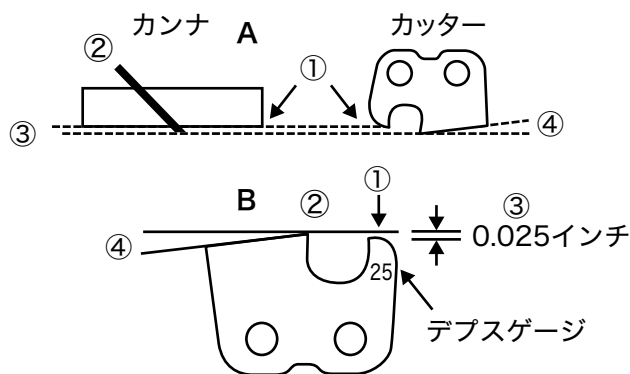

図8
このおが屑の厚みを決定しているのは、図8のBの①に位置するデプスゲージと言われる箇所です。図8のAのように大工道具のカンナの台と同じ役目を果たしています。つまり図8のBで説明すると、①のデプスゲージがカンナの台、上刃の高さ②と①との差がカンナの台から出る刃の高さということになります。
目立てを進めていくと、上刃には図8のBの④のように逃げ角があり約5度後ろに傾斜しているため、上刃の高さBの②の位置が④の方向へと移動することでデプスゲージよりも低くなり全く切れなくなります。このためBの①のデプスゲージの頭を平ヤスリで削って、上刃の出方を調整する必要があります。最適な刃の出方は0.025インチといわれています。